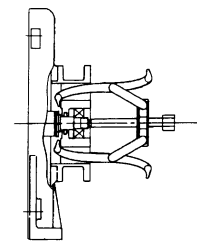

図 3
- (1) ベルト⑳および、ブロワプリー⑰を外す。(ベルトを外す方法は、「12. ベルト張り調整・交換要領」に従ってください。)
- (2) ブロワ本体をベースより外す。適当な台に吸込口が上を向くようにブロワを置く。(作業中、ブロワを転倒させないように注意してください。)
- (3) ベアリングカバー⑱を外す。
- (4) ベアリングナット⑲、ベアリングワッシャ⑳を外す。
- (5) 入口側ベアリングボックス③を取り付けているネジを外し、プリー抜きを用いて入口側ベアリング⑨と入口側ベアリングボックス③を共に抜く。(図 3)
- (6) 入口側ベアリングボックス③より入口側ベアリング⑨を抜く。この時、ハンマの柄などで裏面より入口側ベアリング⑨をたたくと抜ける。
- (7) ケース締付ボルト㉓を外し、ファンケース(C)⑦を外す。
- (8) ファン止めナット㉑、ファン止めワッシャ㉒を外す。
- (9) ファン①、デフレクタ②、ファンケース(B)⑥の順で最後のファン①まで取り外す。